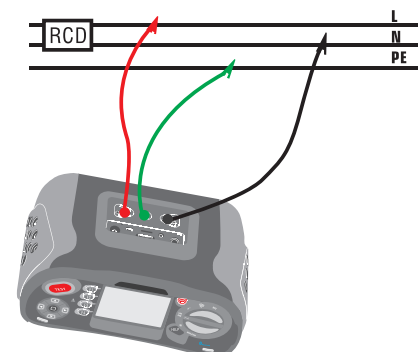

Figure 15 Connexion : RCD Measurement-Test lead
- 4- Connecter les cordons de test comme indiqué sur la Figure 15
- 4- Connectez les cordons comme indiqué sur la Figure 15